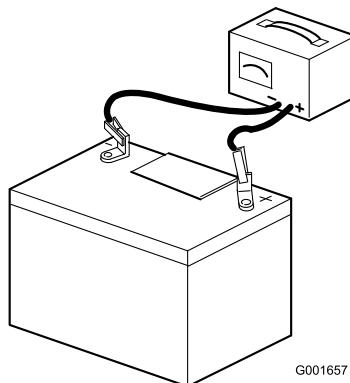

Figura 7
- Conecte un cargador de batería de 3 a 4 amperios a los bornes de la batería (Figura 7). Cargue la batería a un ritmo de 3 a 4 amperios durante 4–8 horas.